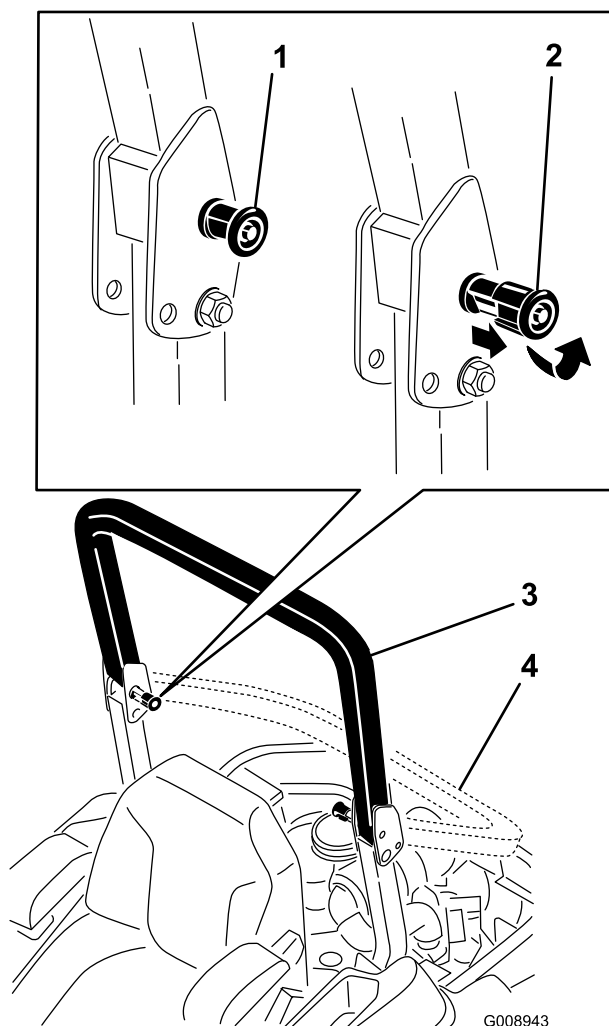

Figure 6
2. Tirez sur les deux boutons et tournez-les à 90° pour les désengager (Figure 6).
3. Faites pivoter l'arceau de sécurité à la position abaissée (Figure 6).
4. Pour relever l'arceau de sécurité à la position d'utilisation, tournez les boutons de sorte à les déplacer partiellement dans les rainures (Figure 6).
5. Redressez l'arceau de sécurité en position relevée tout en poussant dessus ; les goupilles s'engagent en position quand les trous sont en face (Figure 6). Appuyez sur l'arceau de sécurité et vérifiez que les deux goupilles sont engagées.